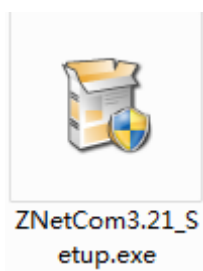

图 5.1 安装文件
- ① 连接硬件: 使用网线将设备的 LAN 口连接至 PC 机网口,接上电源。
- ② 安装 ZNetCom 软件: ZNetCom 软件的安装方式见图 5.1 安装配置软件一节,请使用最新版本,用户可在以下链接中下载到最新版本的软件。
双击如图 5.1 所示的 ZNetCom3.21_Setup.exe 文件，开始安装。